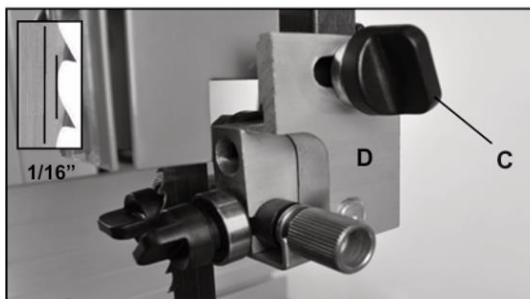
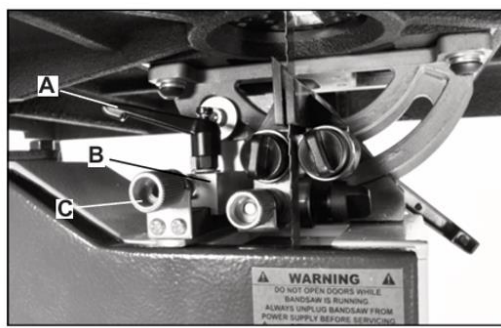

Рис. 23
Рис. 25
2. Передняя часть направляющих должна находиться примерно на 1,59 мм (1/16 дюйма) позади пазов пыльного полотна (рис. 23, врезка). Если их необходимо переместить вперед или назад, ослабьте фиксирующую ручку (С, рис. 23). 23) и перемещайте опорный блок верхней направляющей (D) до тех пор, пока направляющие не окажутся правильно расположенными за пазами ножа. После этого снова затяните фиксирующую ручку.
1. Ослабьте фиксатор нижней опоры (А, рис. 25). Затем переместите направляющий блок лезвия (В, рис. 25) с помощью ручки микрорегулировки (С, рис. 25) до тех пор, пока обе боковые направляющие опоры не окажутся примерно на 0,8 мм (1/16 дюйма) позади пазов ленточнопильного полотна. см. рис. 23, вставка. После установки затяните фиксирующую ручку (А).